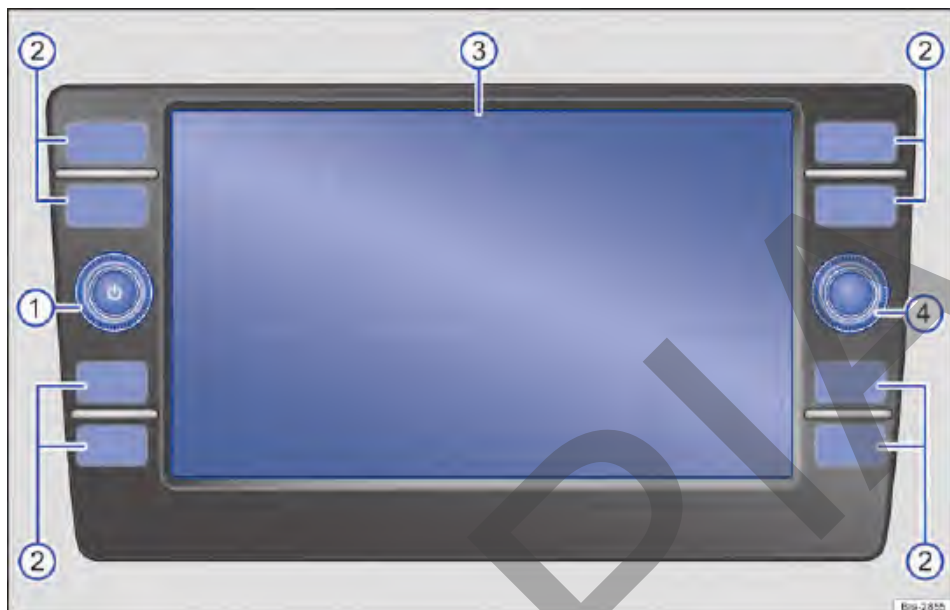

Fig. 127 Cuadro general de mandos.
El equipo está disponible en distintas versiones, que se distinguen por el rótulo y la función de las teclas de la radio → fig. 127 ②.
- ① **Mando giratorio y de presión** ⌚:
- ② **Teclas de la radio:** *presionar* para acceder a un botón de función.
- ③ **Display:** pantalla táctil.
- ④ **Tecla de configuraciones:** la función depende de la respectiva condición de operación.